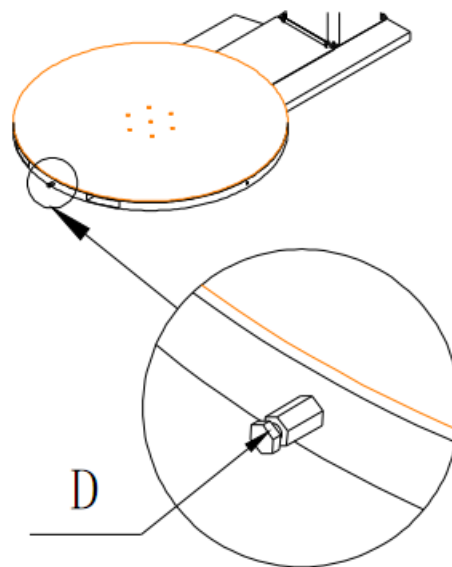

Рис. 2-11
3. На Рис. 2-11 вы можете видеть фиксирующий винт D для рампы. Если вы приобрели машину с рампой, вставьте фиксирующий винт D в отверстие под рампой и закрутите его.